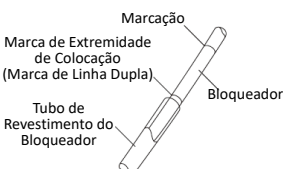

Fig.2
14. Ao empurrar a ponta do bloqueador para fora do bolso do tubo endotraqueal, certifique-se de que empunha o eixo bloqueador próximo do tubo de revestimento do bloqueador (a área entre a marca da extremidade de colocação e a primeira marcação de profundidade, como mostrado na Fig. 2). Caso contrário, o eixo bloqueador pode dobrar ou quebrar.